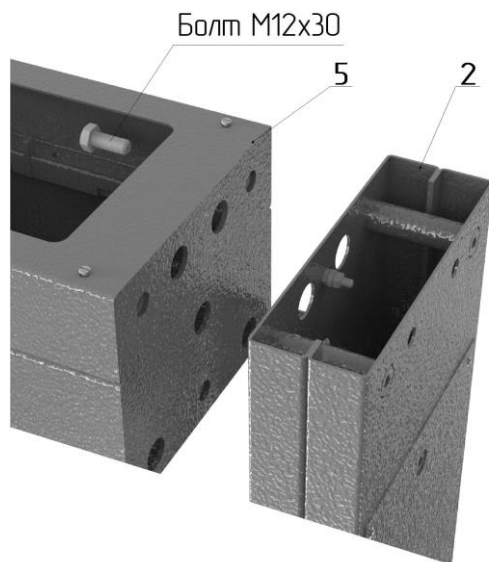
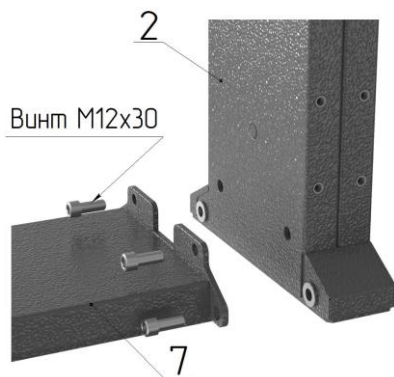

Рис. 1
Рис. 2
1. Сборка турникета (рис. 1, 2):
положите на пол на боковую плоскость раму привода **5** (рис. 1), (предварительно постелив лист картона), рядом аналогично положите две стойки крыла прохода **1** и **2**; состыкуйте указанные элементы друг с другом присоединительными элементами и закрутите по три болта М12 с каждой стороны; поставьте собранный портал вертикально на месте установки турникета; закрепите к стойке **2** напольную плиту **7** (рис.2) четырьмя винтами М12.